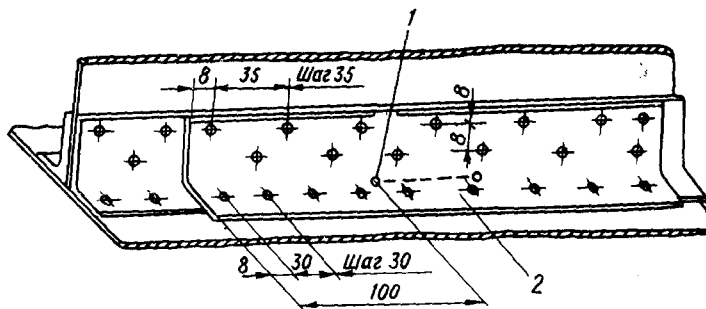

Рис. 2.2.6. Ремонт полки шпангоута с трещиной:
3.2.3. Трещину в углах полки шпангоута длиной более 35 мм устраните в порядке, указанном в п. 2.1.3, согласно рис. 2.2.6.